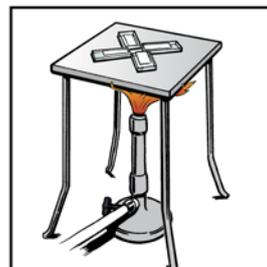

Abb. 4
- 5) Brennen/Sintern der Platten.** Lege die Platte mit der TiO_2 -Schicht auf die Ceranplatte und erhitze sie mit dem Brenner bei voller Leistung etwa 5 Minuten lang (Abb. 4). Die TiO_2 -Schicht verfärbt sich zunächst braun bis dunkelgrau und hellt dann wieder auf. Das Brennen ist beendet, wenn die Schicht wieder weiß ist. Lass die Platte ungefähr 10 Minuten abkühlen.